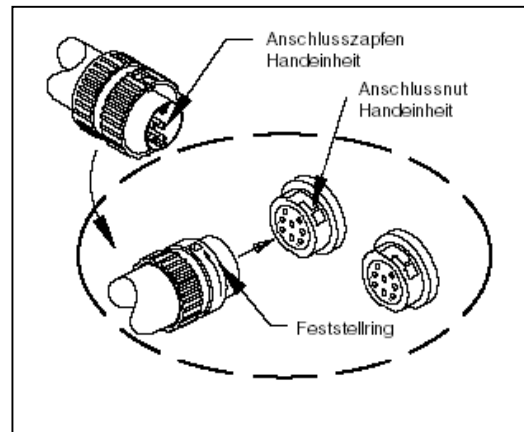

Abbildung 3a
6. Schließen Sie den blauen Stecker der Handeinheit(en) wie folgt an die blaue(n) Anschlussbuchse(n) **CH 1**, **CH 2** und/oder **CH 3** an. Siehe Abb. 3a.